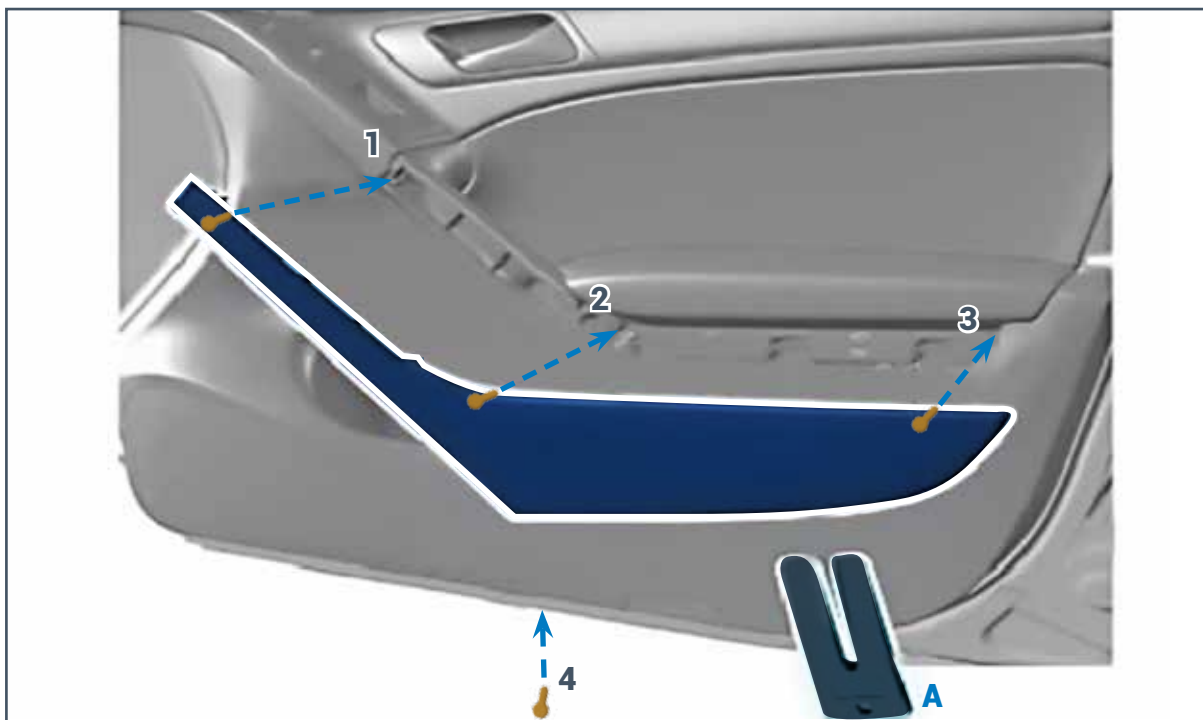

Fig. 10
7.1.1 Staccare la mascherina del rivestimento porta servendosi di una leva in plastica, successivamente svitare le viti **1, 2, 3 e 4** (Fig. 10)